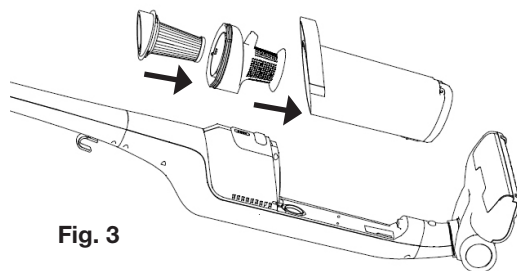

Fig. 3
4. Introduzca el bloque de filtro (10) en el depósito de polvo (12) (Fig. 3).